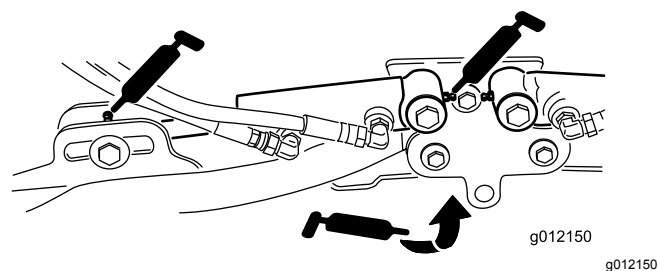

Figura 77
- Articulações do braço de elevação (1 cada) (Figura 77)
- Cilindros do braço de elevação da unidade de corte (2 cada) (Figura 77)